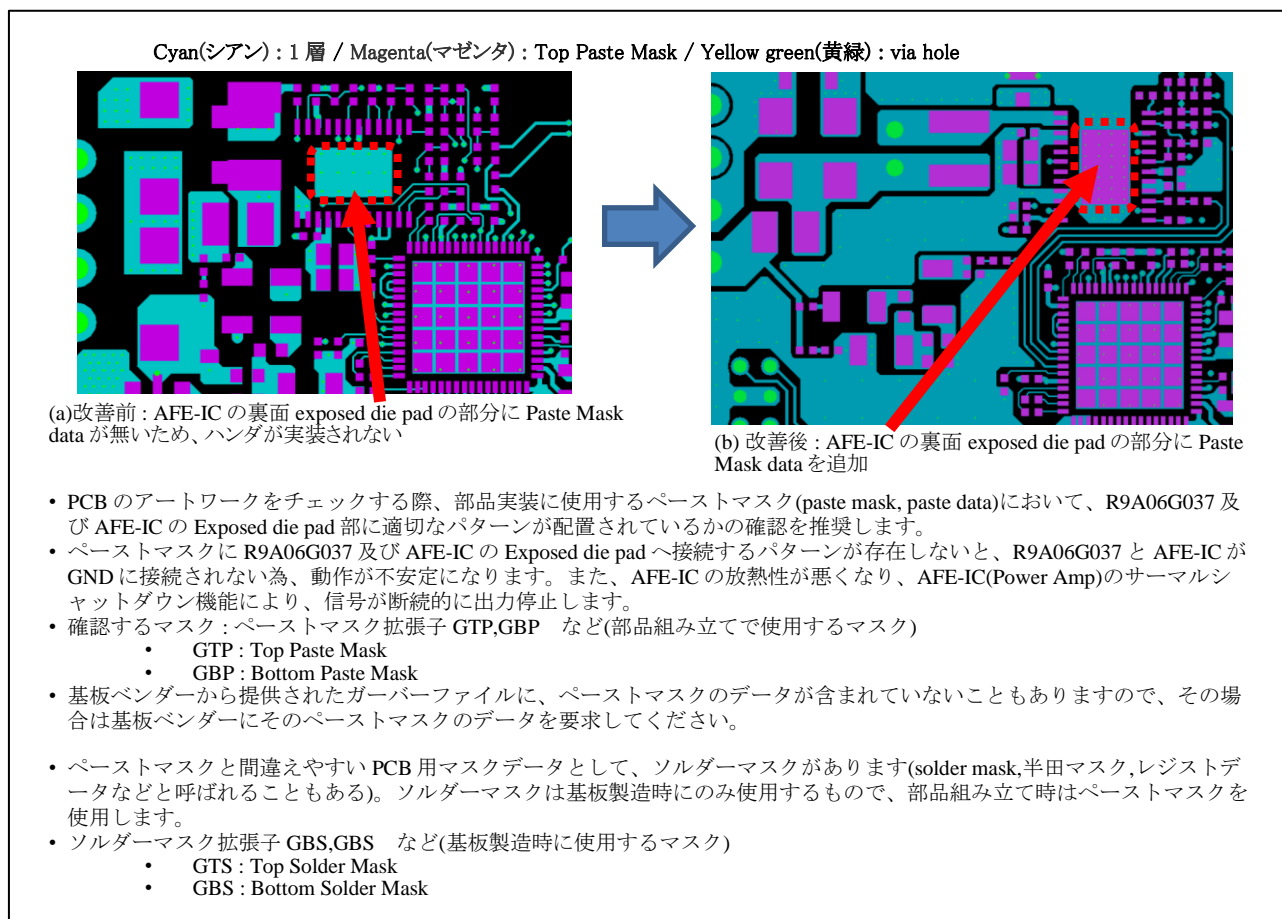

Figure 2-13 部品実装に使用するペーストマスク (paste mask, paste data) の確認例
- PCB のアートワークをチェックする際、部品実装に使用するペーストマスク(paste mask, paste data)において、R9A06G037 と AFE-IC の放熱用 exposed die pad 部に適切なパターンが配置されているかを確認することを推奨します。(詳細は Figure 2-13 を参照してください)